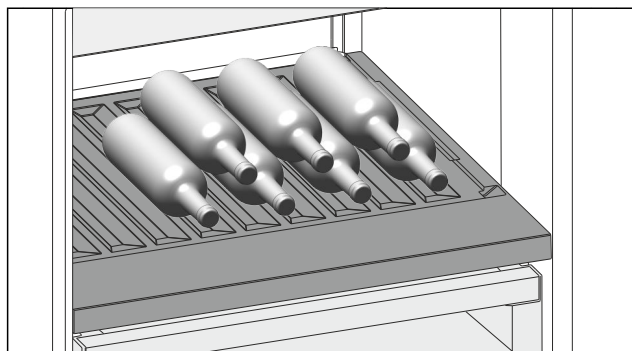

Fig. 97
- ▶ Legg inn flaskene med bunnen bakover mot bakveggen. (se Fig. 97)